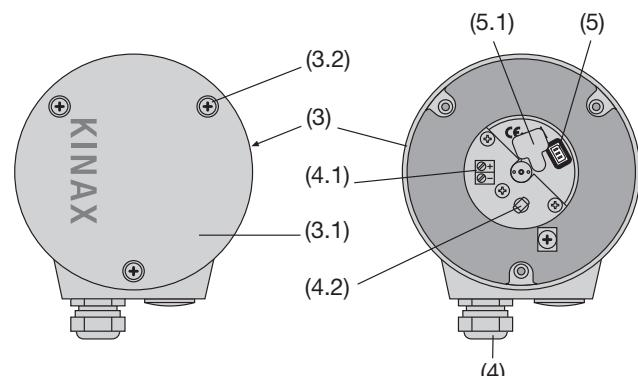

Рис. 4. Назадней стороне (3) располагаются клеммы (4.1) и патрубки сальниками (4).
- Снять крышку (3.1 на рис. 4). После снятия гайки резинового покрытия (5.1) станет доступен разъем для программирования (5) (см. раздел 8.1 «Подключение проводов»). Устройство KINAXWT717 необходимо совместить с запрограммированным направлением измерения согласно рис. 3. Запустить ПО конфигурации 2W2. Выполнить конфигурацию устройства (если это необходимо) в соответствии с требуемым диапазоном измерений.